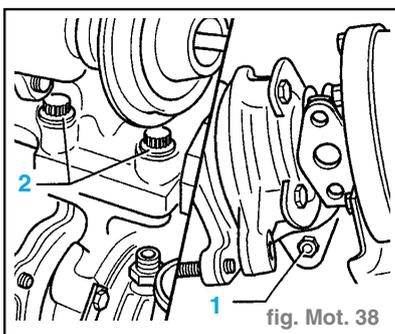

fig. Mot. 38
et les vis de fixation (2) par le haut. (fig. Mot. 38)